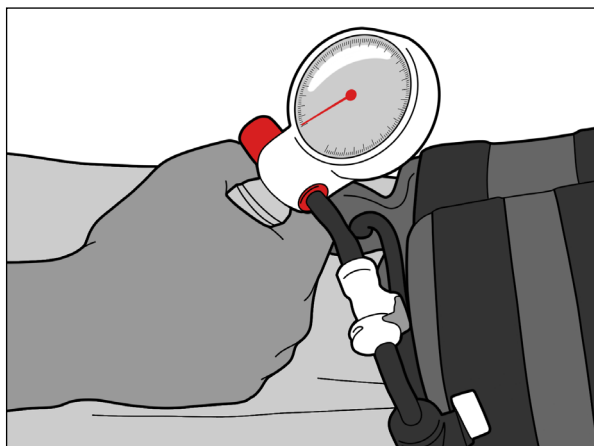

Fig. 16
3. Umflați punga la presiunea dorită strângând balonul în mod repetat (Fig. 16).